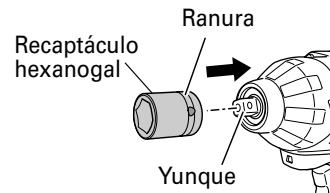

Fig. 6
2. Instalación de un receptáculo (Fig. 6, 7-1)
3. Tipo anillo de retención (Fig. 6, 7-2)